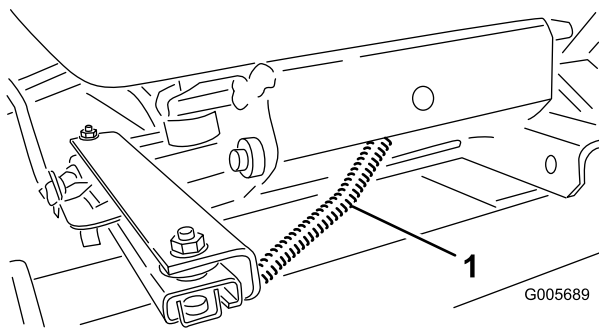

**Figura 12**
1. Monte el conjunto de suspensión del asiento en los 4 tornillos de caperuza de la parte inferior del asiento y fije el conjunto con 4 arandelas de freno, arandelas planas y tuercas (Figura 12).
2. Sujete provisionalmente las 2 abrazaderas en R al lado derecho de la parte inferior del asiento con los 2 tornillos de caperuza y las arandelas planas suministrados en el kit (Figura 12). Instale el tubo del manual en las abrazaderas en R y apriete los tornillos de caperuza (Figura 12).
3. Monte el soporte del asiento en los cuatro espárragos roscados situados en la parte inferior del conjunto de suspensión del asiento y sujételo con tuercas con arandela prensada (Figura 12).